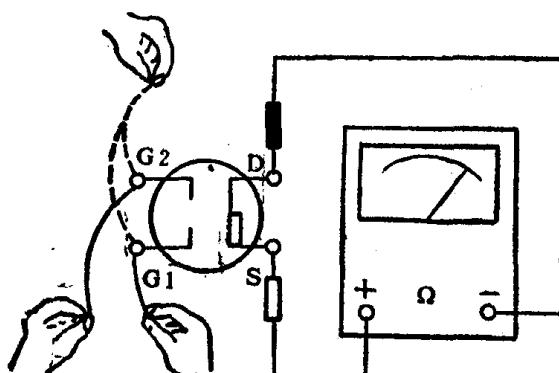

图1-5 场效应管测试电路
(2) 测量MOS场效应管的放大能力时，应按图1-5的电路，将万用表放在 $\Omega \times 1k$ 档，在手不捏栅极的情况下，万用表的读数应为几百欧左右，用手同时捏住两个栅极，或分别捏住某一个栅极时，万用表的读数应有明显的变化，表针摆动越大，说明放大能力越大。